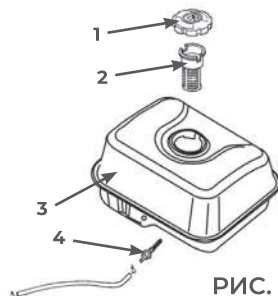

РИС. 15
- Сетчатый фильтр в заливной горловине (2) – предотвращает попадание крупных загрязнений при заправке.
- Фильтр на выходном штуцере внутри бака (4) – тонкая фильтрация перед подачей топлива в карбюратор (Рис. 15).